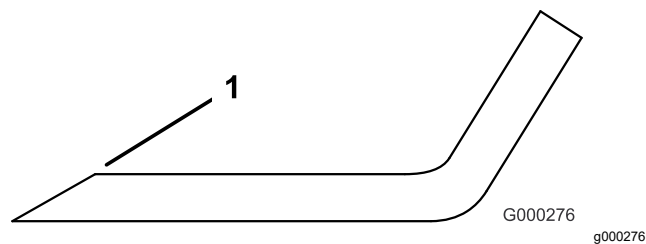

Figura 131
3. Inspeccione los filos de corte de todas las cuchillas, y afílelos si están romos o tienen mellas (Figura 131).
Nota: Afíle únicamente la parte superior del filo y mantenga el ángulo de corte original para asegurar un filo correcto (Figura 131). La cuchilla permanece equilibrada si se retira la misma cantidad de metal de ambos filos de corte.